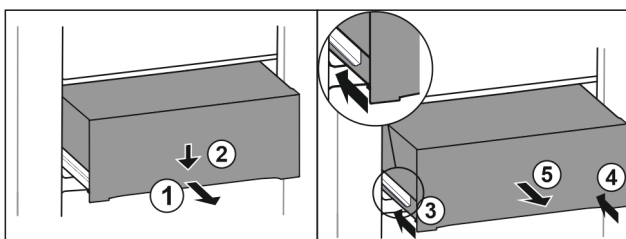

Fig. 149
- ▶ Schubfach halb herausziehen. Fig. 149 (1)
- ▶ Schubfach an der Vorderseite nach unten drücken. Fig. 149 (2)
- ▶ Linke Schiene etwa 2 cm einschieben. Fig. 149 (3)
- ▶ Rechte Schiene etwa 2 cm einschieben. Fig. 149 (4)
- ▶ Schubfach nach vorne entnehmen. Fig. 149 (5)